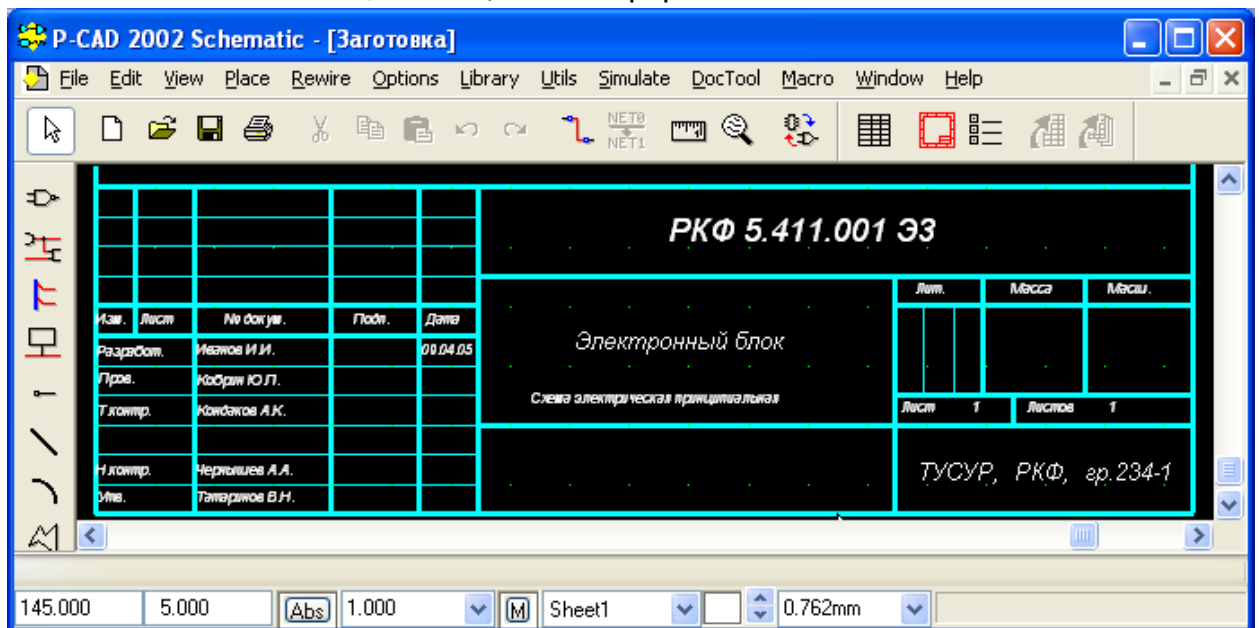

Рисунок 5.3 - Штамп с текстовыми надписями
- Для примера на *рис. 5.2* показан вариант заполнения основной надписи чертежа с помощью панели **Design Info**, а на *рис. 5.3* - соответствующий этому случаю вид штампа с текстовыми надписями.